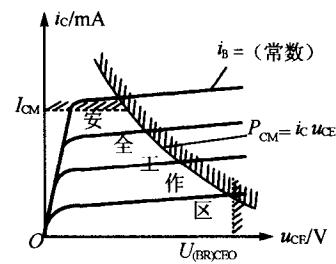

图 14.15
(3) 用其模型代替  $D_z$ , 得等效电路图 14.15(b)。
解： $P_{CM}$ 、 $I_{CM}$ 、 $U_{(BR)CEO}$  是三极管的三个极限参数，在使用中均不得超过。否则，管子或因过热而烧毁，或因  $I_C$  太大而使放大能力下降，或因过电压而被击穿。由  $P_{CM}$ 、 $I_{CM}$  和  $U_{(BR)CEO}$  决定的安全工作区域如图14.15。